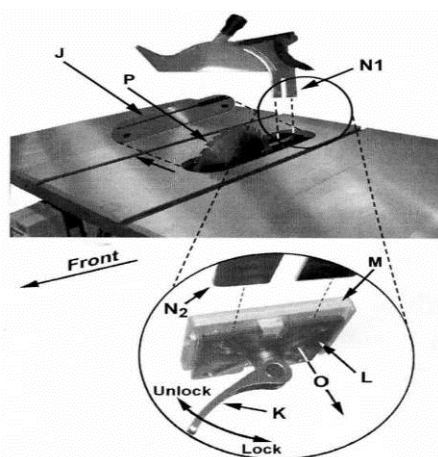

Рис. 8
Пояснения к рис. 8:
2. Удалите вставку стола (J).
3. Расположенный внутри стола и доступный через вставку быстрый зажим с ручкой (K) фиксации (рис. 8 вставка), разместить в положение разблокировки..
4. Накладной зажимной блок (L) имеет пружину (O) и отодвинется от фиксированного блока (M), оставляя зазор
5. Вставьте нижнюю часть расклинивающего ножа (N1, N2) полностью в зазор между зажимом блоков (L, M), а затем зафиксируйте ручку (K).
6. Поставьте вставку (J) обратно в стол. Пильный диск и расклинивающий нож должен выступать через отверстие во вкладыше.
Зажим блоков (L, M., рис. 8) отрегулирован на заводе, регулировка после установки защитного кожуха и расклинивающего ножа не требуется. Тем не менее, правильное положение расклинивающего ножа (стр. 14) является очень важным. Проверьте перед началом работы на столе, и последующей процедурой настройки, если необходимо.